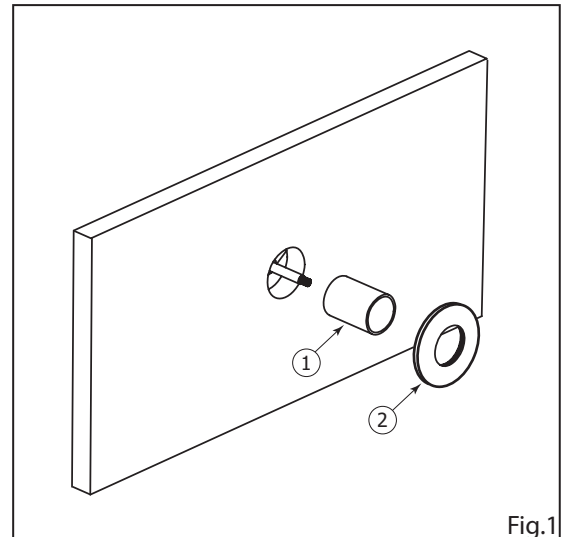
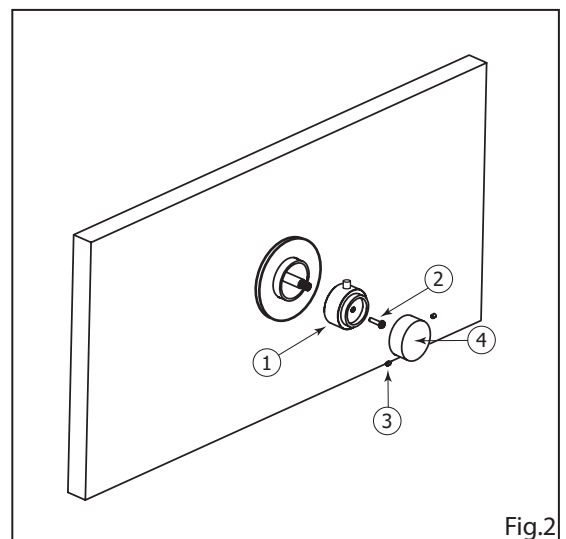

Fig.1
Fig.2
Before installing the trim (2), thread on the cylinder (1) to shut-off valve as shown (fig.1).
Avant d'installer la plaque décorative (2), visser le cylindre (1) autour de la valve d'arrêt (fig.1) tel qu'illustrée (fig.2).
Insert handles (4) to all dapters and secure each of them with 2 supplied set screws (3) (fig.2).
Insérer la poignée (4) sur l'adaptateur et la fixer avec les 2 vis de retenues (3) fournies (Fig.2).